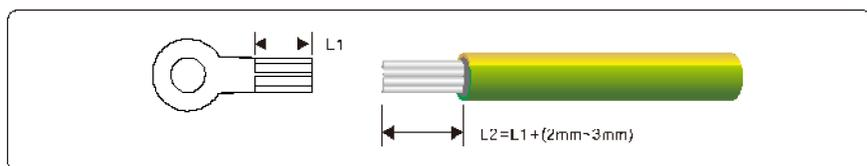

Figura 5.1 Comprimento descascado (unidade: mm)
Passo 1 Remova um comprimento apropriado da camada de isolamento do cabo PGND usando um desencapador de fio, o comprimento deve ser um pouco maior do que o da extremidade de crimpagem do terminal OT em 2mm-3mm, como mostrado na figura 5.1.